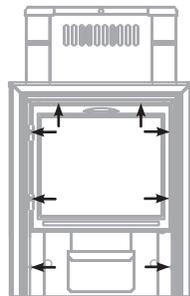

Рисунок 8. Расположение винтов для демонтажа дверцы при монтаже печей модели «Витра».
- 1) открутить саморезы 8 шт., которыми прикрепляется дверца с рамкой к топливному каналу и снять ее; (см. рисунок 8)